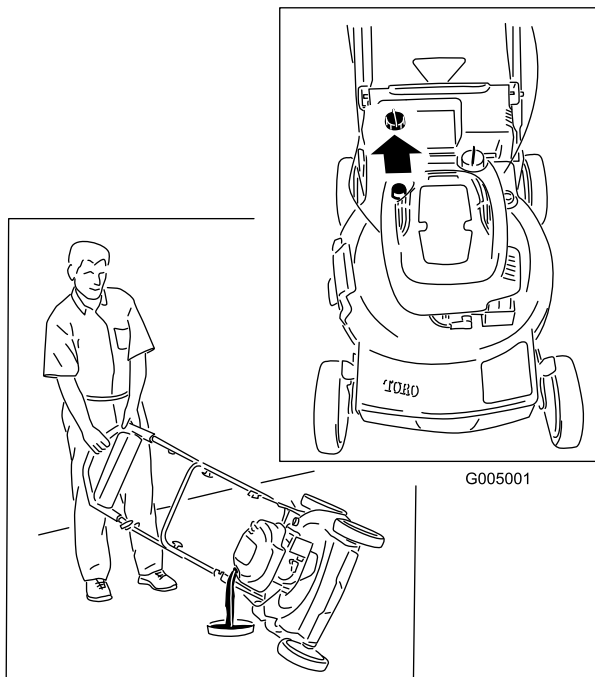

Figura 34
3. Coloque el cortacésped de lado con el filtro de aire hacia arriba para drenar el aceite usado a través del tubo de llenado de aceite (Figura 34).